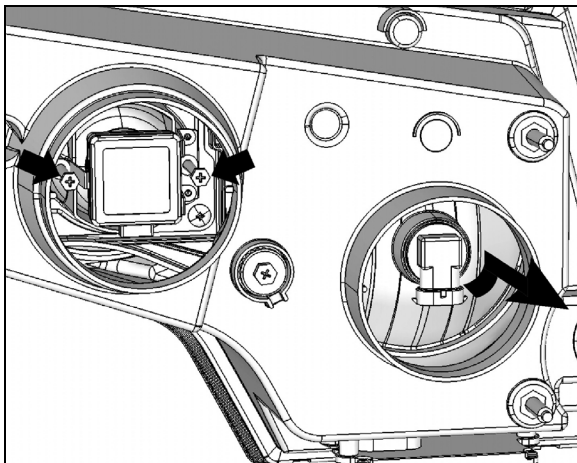

FIGURE 90 : VUE ARRIÈRE DU MODULE D'ÉCLAIRAGE AVANT
5. HALOGÈNE : tourner la base de l'ampoule dans le sens antihoraire. XÉNON : dévisser les vis cruciformes indiquées par les flèches, tirer le dispositif de retenue et retirer l'ampoule (FIGURE 90).